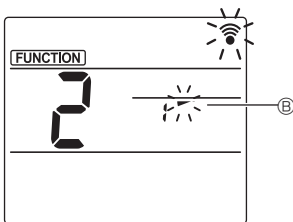

Fig. 3-3
- De waaijerhoek instellen (Fig. 3-3) Druk op de toets [▼] om de waaijerhoek ③ te selecteren. Richt de draadloze afstandsbediening op de ontvanger op de binneneenheid en druk vervolgens op de toets [SET].